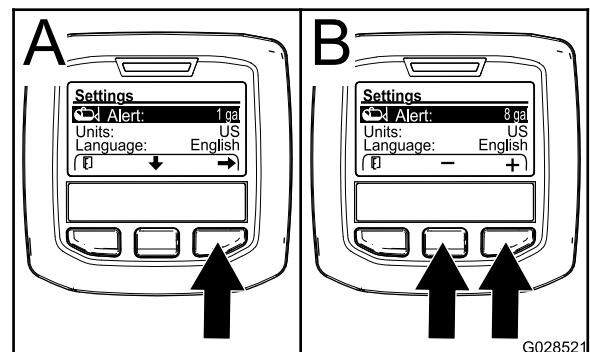

Figure 60
2. Appuyez sur le bouton de sélection central pour mettre en surbrillance le réglage Alerte (Figure 60).
- Appuyez sur le bouton de sélection droit (Figure 60).
- Utilisez le bouton central ou droit pour entrer la quantité minimum dans la cuve à laquelle l'alerte s'affichera pendant le fonctionnement du pulvérisateur (Figure 60).